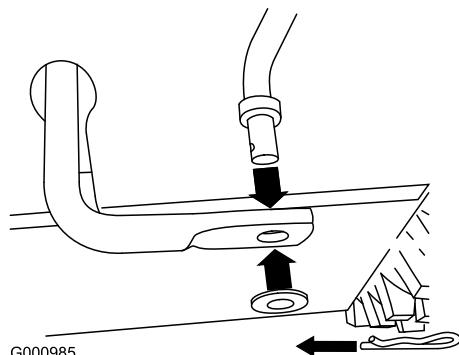

Figura 4
- Inserite l'estremità inferiore dell'asta nel braccio articolato inferiore, in modo che l'estremità incurvata dell'asta di comando della velocità sia rivolta all'indietro (Figura 4).
- Fissate l'estremità inferiore dell'asta di comando della velocità con una rondella piana e una coppiglia a forcina (Figura 4).